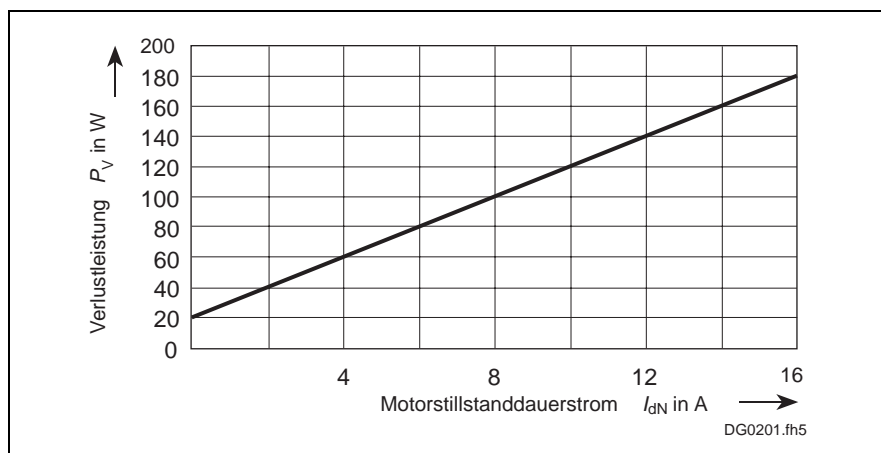

Abb. 10-1: Bestimmung der in den Schaltschrank abgegebenen Verlustleistung
- ⇒ Mit dem  $I_{dN}$  des ausgewählten Motors über das Diagramm in Abb. 10-1 die stromabhängige Verlustleistung  $P_{V,DKC}$  ablesen.